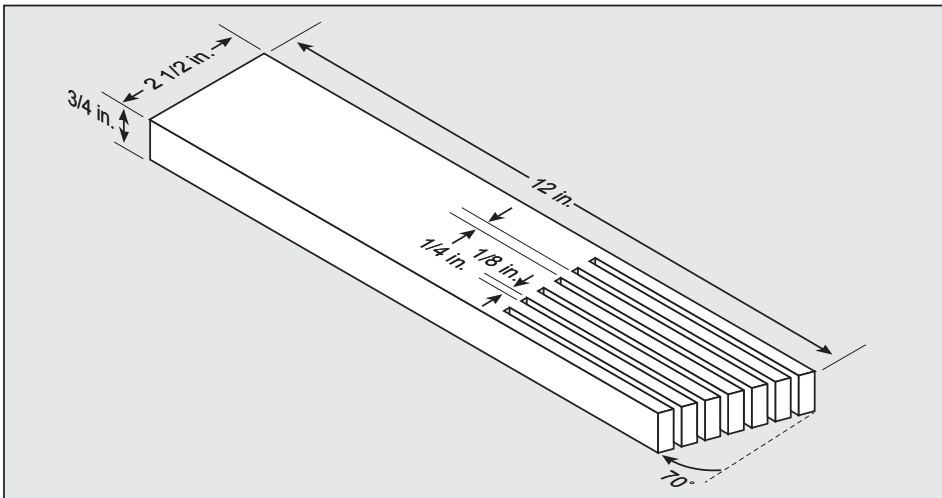

FIGURE 38
Les planches à languettes sont utilisées pour maintenir la pièce en contact avec le guide et la table (Figure 38) et aider à éviter les rebonds. Les planches à languettes sont particulièrement utiles lors de la coupe longitudinale de petites pièces et pour finaliser des coupes non traversantes. L'extrémité est inclinée avec une série de fentes étroites pour donner une prise de frottement sur la pièce. Elle est verrouillée en place sur la table ou le guide avec un serre-joint.
**⚠ AVERTISSEMENT** Pour éviter un coincement entre la pièce et la lame, assurez-vous qu'une planche à languettes horizontale appuie uniquement sur la partie non coupée de la pièce en face de la lame. Les dimensions pour construire une planche à languettes typique sont présentées dans la Figure 38. Construisez votre planche à languettes à partir d'un morceau de bois droit qui est exempt de nœuds et de fissures. Serrez les planches à languettes au guide et/ou à la table de sorte que la planche à languettes tienne la pièce contre le guide ou la table.